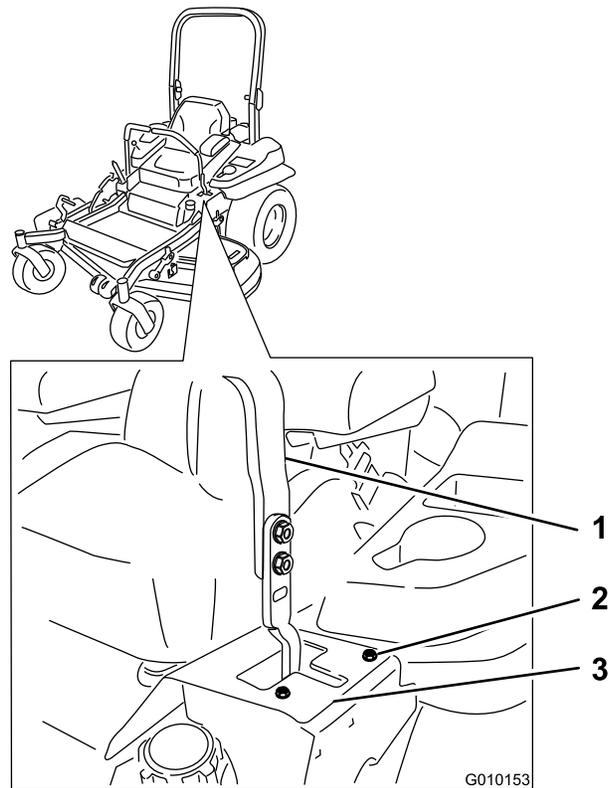

Figura 77
- Si la máquina se desvía hacia la derecha, afloje los pernos y ajuste la chapa del tope izquierdo hacia atrás en la ranura en T de la izquierda hasta que la máquina avance en línea recta (Figura 77).
- Si la máquina se desvía hacia la izquierda, afloje los pernos y ajuste la chapa del tope derecho hacia atrás en la ranura en T de la derecha hasta que la máquina avance en línea recta (Figura 77).
8. Apriete la chapa del tope (Figura 77).